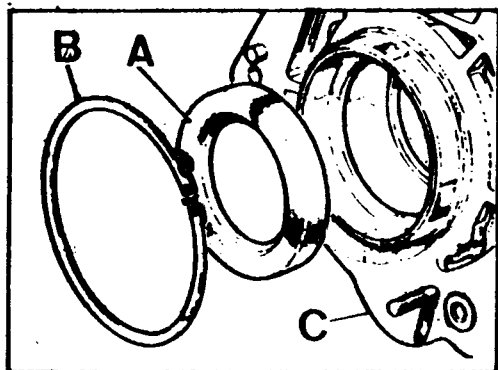

Fig. C-107 Cárter principal de la caja de velocidades
1.1. Por la parte trasera del cárter de la caja de velocidades, extraer el retén de aceite, A (Fig. C-107) y el arillo elástico, B, que sujeta el acoplamiento del cojinete trasero del eje principal al cárter.
- 3.5. Montar el arillo elástico, B (Fig. C-107), que sujeta el acoplamiento del cojinete, en la ranura circular que existe en el mismo.